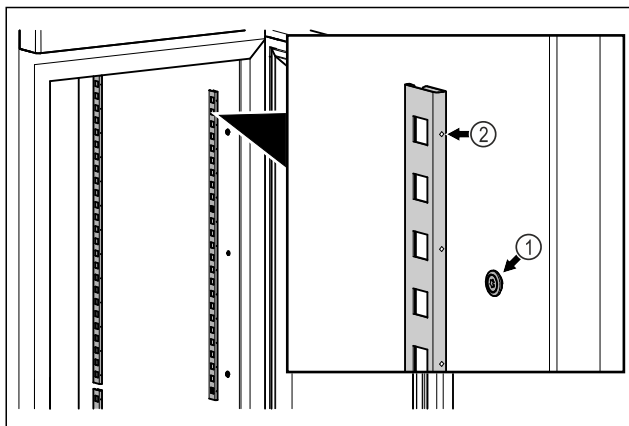

Fig. 79 Przykładowa prezentacja
- ▶ Zaczepić listwę zaczepową w mocowaniu Fig. 79 (1). Zaznaczenie Fig. 79 (2) musi być skierowane do przodu.